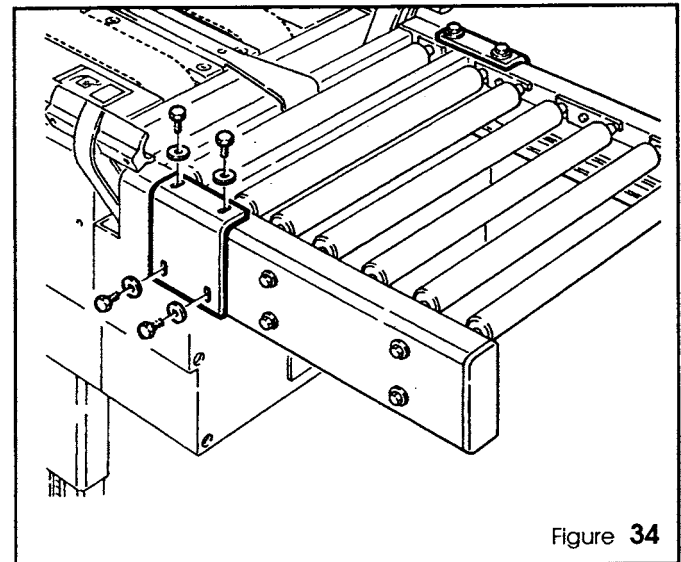

Figure 34
6. Kijk naar figure 34. Plaats de dekplaten aan weerszijden over de aansluiting tussen de rollenband en het freem en zet ze vast met vier M8x15 schroeven en M8 sluitringetjes.